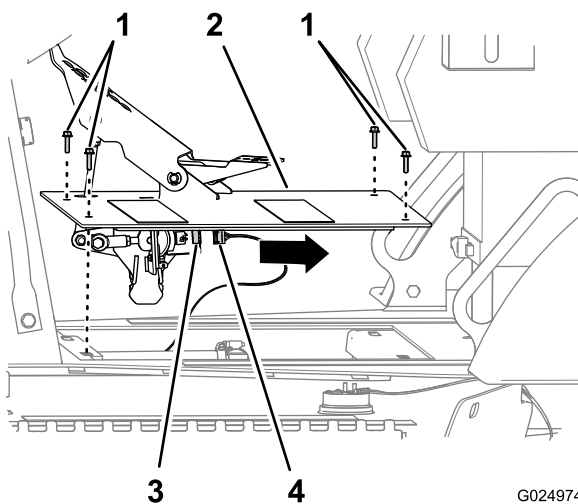

Рисунок 110
1. Выверните 4 болта с шестигранными фланцевыми головками, которые крепят узел педали тяги к ходовой части машины (Рисунок 110).
- Отсоедините разъем с 6 гнездами жгута проводки машины от 6-штырькового разъема датчика педали тяги (Рисунок 110).
- Снимите узел педали тяги с машины (Рисунок 110).
1. Подсоедините разъем с 6 гнездами жгута проводки машины к 6-штырьковому разъему датчика педали тяги (Рисунок 110).
2. Совместите отверстия в пластине узла педали тяги с отверстиями в ходовой части машины (Рисунок 110).
3. Прикрепите педаль тяги в сборе к ходовой части машины с помощью 4 болтов с шестигранными фланцевыми головками (6 x 25 мм); см. Рисунок 110.